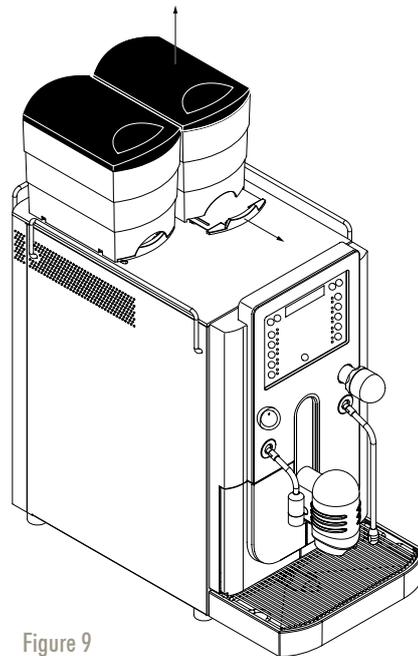

Figure 9
1. Tirer la fermeture, au pied du récipient à grains, vers l'avant et jusqu'à la butée (fig. 9).
2. Le récipient peut maintenant se retirer vers le haut (fig. 9).